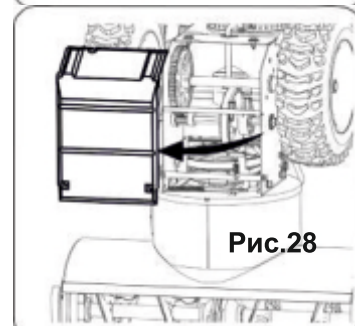

Рис.28
2. Осторожно поверните снегоочиститель вверх и вперед так, чтобы он опирался на корпус шнека. Снимите крышку рамы с нижней стороны снегоуборочной машины, сняв четыре самореза, которые закрепляют его (Рис. 28).